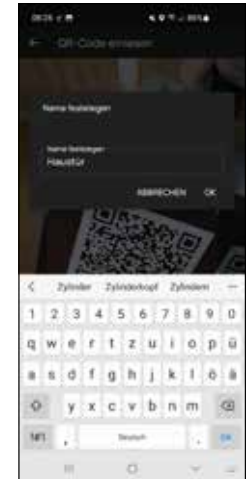

Abb. 6
- 7 In dem darauffolgenden Fenster werden Sie nach einem Namen für das Motorschloss gefragt. Bei der Verwendung mehrerer Schlösser und secuENTRY-Komponenten ist es zu empfehlen, das Motorschloss so zu benennen, dass Sie direkt erkennen können, worum es sich handelt und wo es sich befindet bzw. angebracht ist. Im Beispiel dieser Anleitung wird das Motorschloss mit „Haustür“ betitelt. Bestätigen Sie den Namen mit „OK“ (Abb. 6).